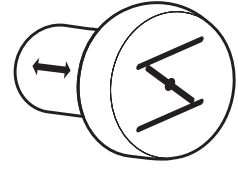

Рис. 13.
3. Потяните ручку воздушной заслонки на себя в положение «ЗАКРЫТО» (рис. 13).